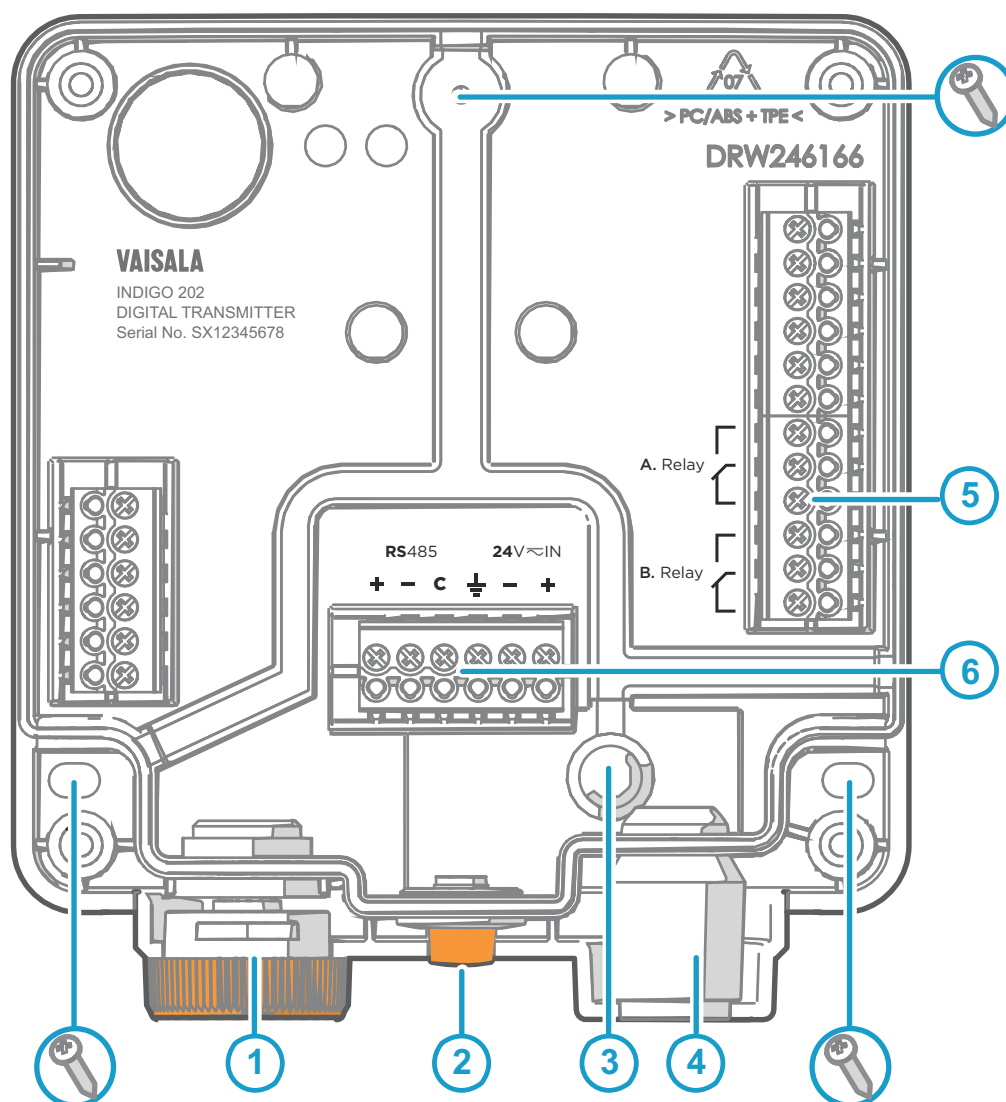

図 20 Indigo 202 変換器基盤の主要部品とネジの位置
4. 変換器基盤を取り付け面に配置し、3本のネジで基盤を設置します。図 20 (ページ 32) に示されたネジの位置を参照してください。